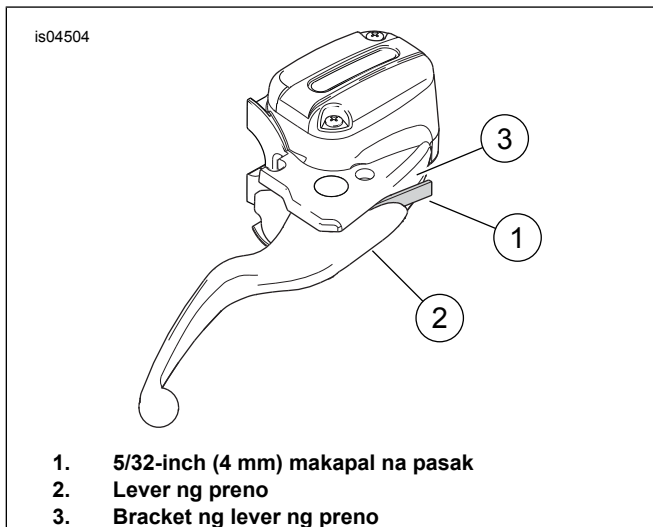

Figure 3. Protektahan ang Switch ng Ilaw sa Paghinto
*Gamitin ang eyelet ng cable strap kung wala ang nakasingit na karton. Tingnan ang Figure 3 .*